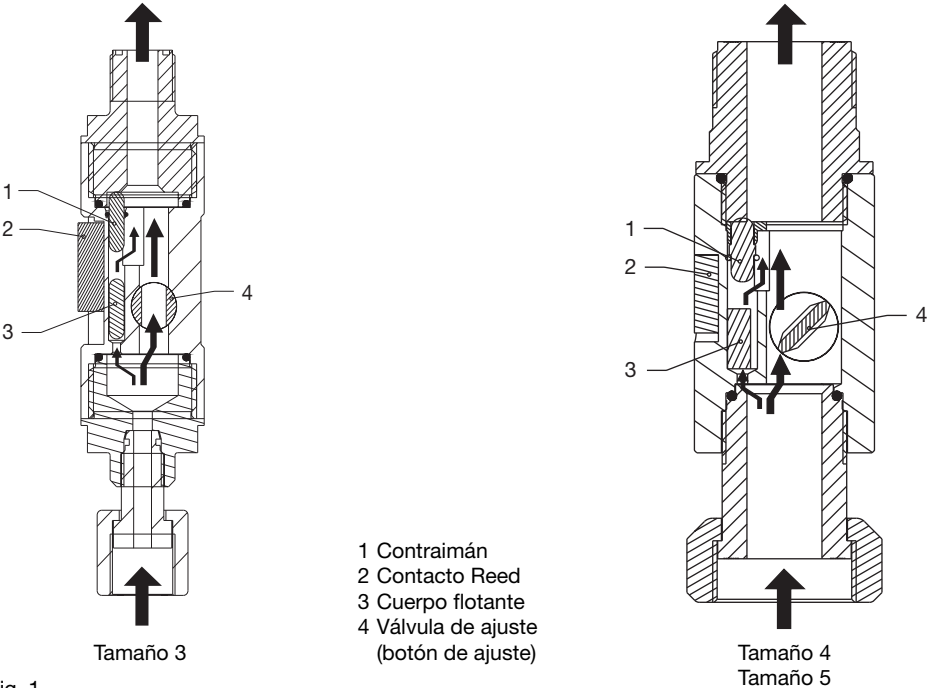

Fig. 1
El control de dosificación “Flow Control” se compone, en principio, de un tubo con cuerpo flotante (3) y un bypass de sección regulable (ver fig. 1). Mediante la sección transversal regulable (palanca de ajuste) Flow Control se puede adaptar al volumen de carrera de la bomba – se adapta su sensibilidad de reacción.
- **El contacto tipo Reed debe estar fijado en la posición superior en el tamaño 3 (fig. 1)!**